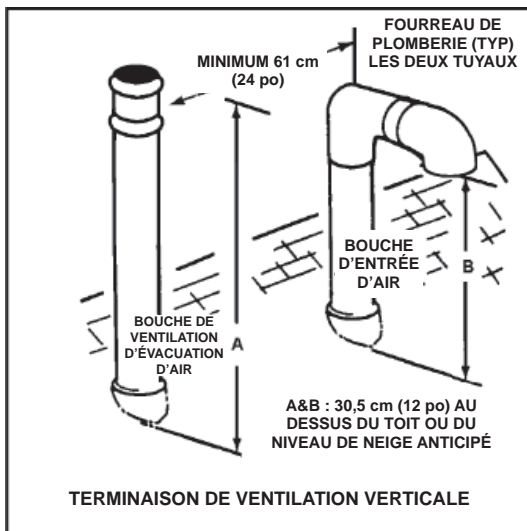
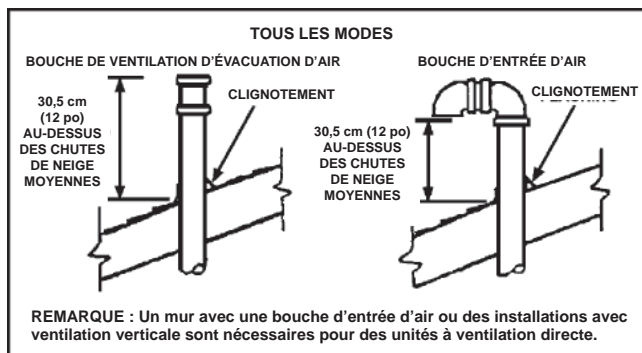

Figure : 17
Figure : 18
4. Prévoir au moins 61 cm (24 po) entre l'axe central de la terminaison d'entrée d'air et entre l'axe central de la terminaison d'évacuation d'air. Voir Figure 17 et Figure 18.